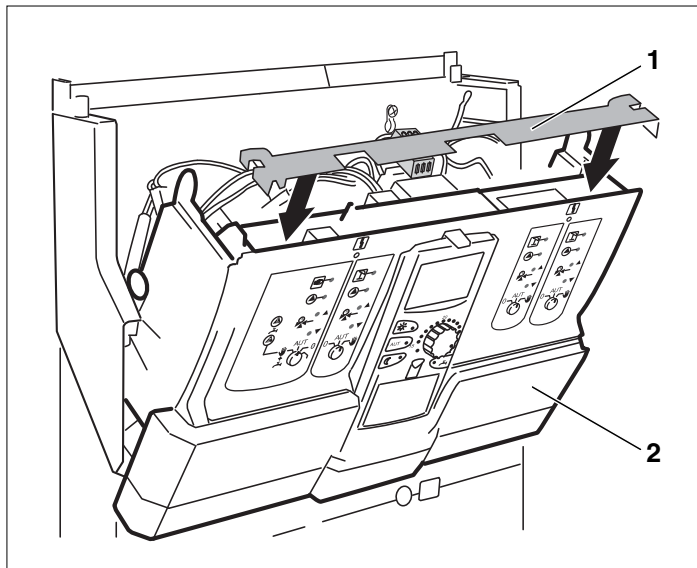

Рис. 9 Установка планки
- Установите планку (Рис. 9, поз. 1) в пазы и задвинуть до полной фиксации.
- Установите обратно переднюю часть системы управления (Рис. 9, поз. 2) до полной фиксации.